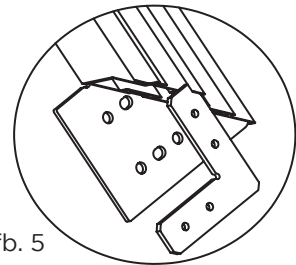

Afb. 3
2. Verbind beide delen met het verbindingselement (I) en zet vast met de schroeven (O).
- 3./4. Plaats op beide uiteinden van elk verticaal frameprofiel (B) een verbindingselement (J) (afb. 3) en schroef dit per element met slechts 1 schroef (O) losjes vast (afb. 4).